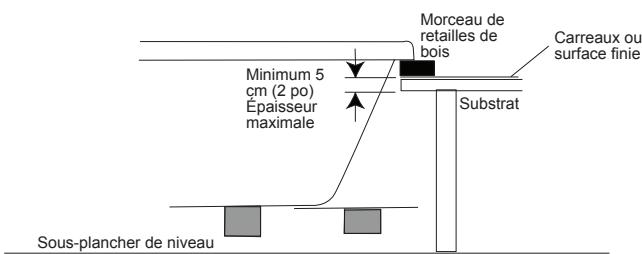

Figure 9 - installation par le dessus (vue latérale)
- 8** Examinez contact avec le substrat de la surface finie ou les tous les raccords, la plomberie et les conduites après l'insertion de la baignoire pour vous assurer que les composants ne sont pas endommagés, débranchés ou en membres de soutien (figure 9).